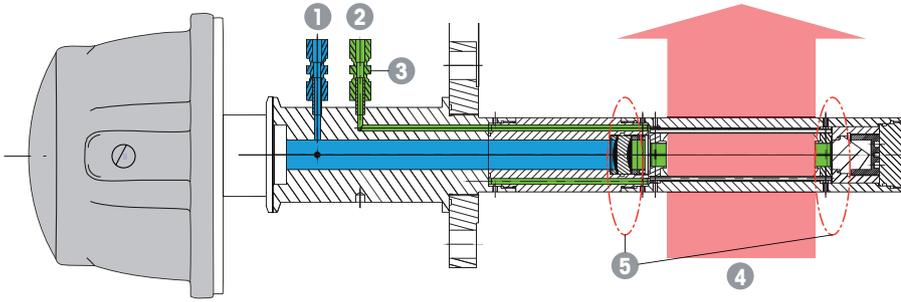

Figura 7 Configuração de purga para sonda padrão (SP)
A Figura 7 na página 40 e a Figura 17 na página 45 fornecem mais detalhes sobre os requisitos de purga para a sonda padrão (SP) juntamente com a configuração típica dos medidores de vazão externos (rotâmetros) usados para fornecer e controlar o fluxo do gás de purga.